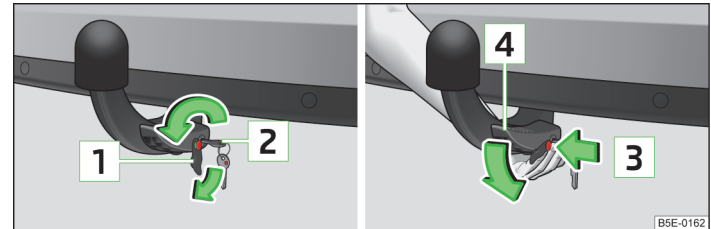

Abb. 150 Bedienungshebel der Kugelstange entriegeln / Kugelstange lösen
- Die Kappe **1** » Abb. 150 vom Schloss der Kugelstange in Pfeilrichtung abziehen.